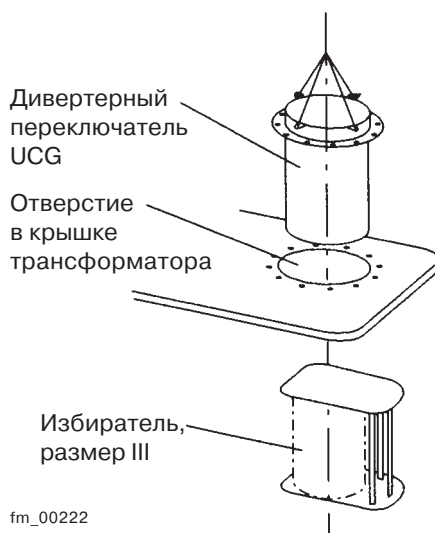

Рис. 11.
3. Поднимите корпус дивертерного переключателя за подъемные проушины, как показано на Рис. 3, и осторожно опустите его через отверстие в верхней крышке трансформатора, см. Рис. 11. Установите корпус дивертерного переключателя в правильное положение для монтажа системы внешнего вала (см. чертеж трансформатора). Цапфы на фланце на крышке трансформатора должны войти в отверстия на фланце корпуса дивертерного переключателя.